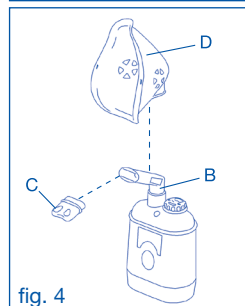

fig. 4
4. Sentarse cómodamente, con el nebulizador en la mano, y apoyar la pipa de boca (B) en la boca, o bien utilizar la cánula nasal (C) o la mascarilla (D) o (E) (fig. 4).